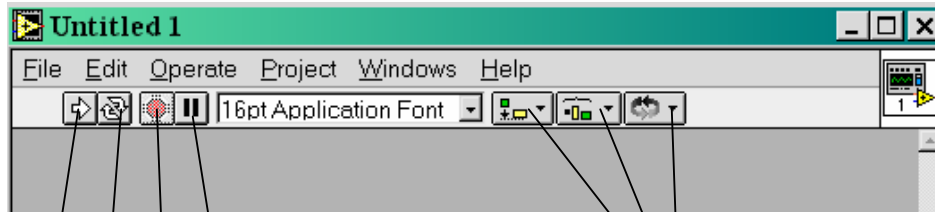

Fig. 4 Fereastra de lucru pentru panoul frontal
- prima este fereastra panoului frontal al IV (fig.4).